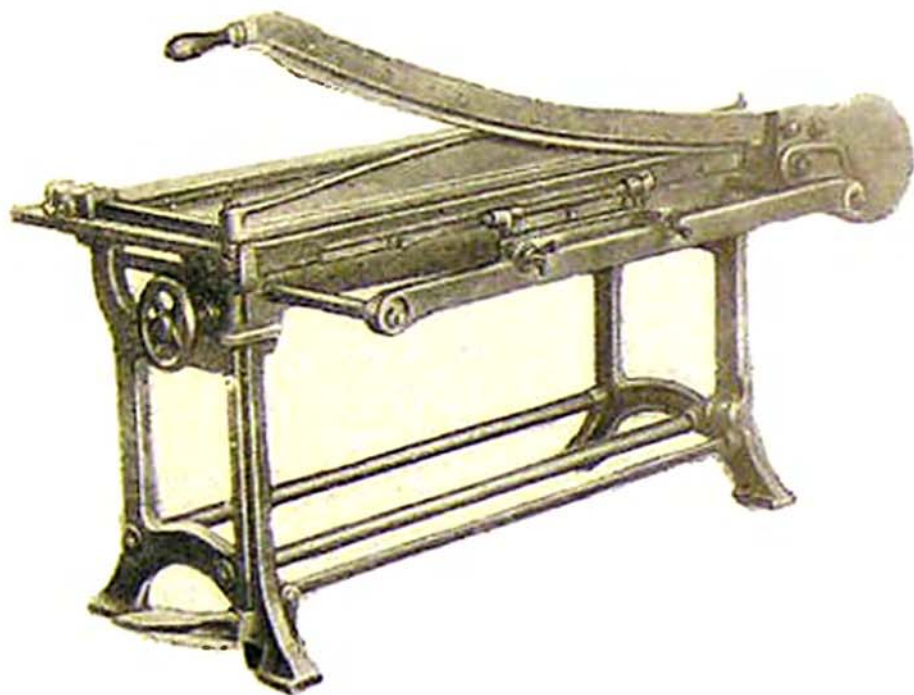

Рис. 1. Картонорубилка
1) резку картона (картонорубилка, рис. 1. и картонорезальная машина);